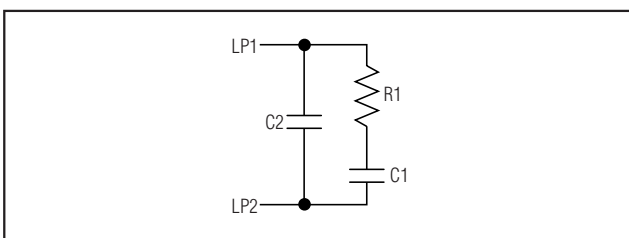

图 1. 典型环路滤波器
MAX9486 有两个 PLL: PLL1 和 PLL2。第一个锁相环, PLL1, 具有集成 VCXO, 用外接晶体跟踪输入参考信号并减小输入抖动。图 1 为使用电阻 R1 和两个电容 C1、C2 的 PLL 外部环路滤波器示意图。该环路滤波器接在 LP1 和 LP2 之间, 如典型工作电路所示。环路滤波器的带宽由 C1、C2、R1 和 R_{SET} 决定, R_{SET} 用来设置电荷泵电流。C1、C2、R1 和 R_{SET} 的典型值分别是 22nF、560pF、1000k Ω 和 13k Ω 。
其中 R1 (Ω) 是 PLL1 环路滤波器的电阻 (图 1)。I_{SETI} (A) 是由电荷泵电流设置一节公式计算出的电荷泵电流值, N 是晶体 PLL 分频系数, 为 2208。
其中 C1 (F) 和 R1 (Ω) 为图 1 中 PLL1 环路滤波器的电容和电阻值; I_{SETI} 计算见电荷泵电流设置一节, N = 2208。